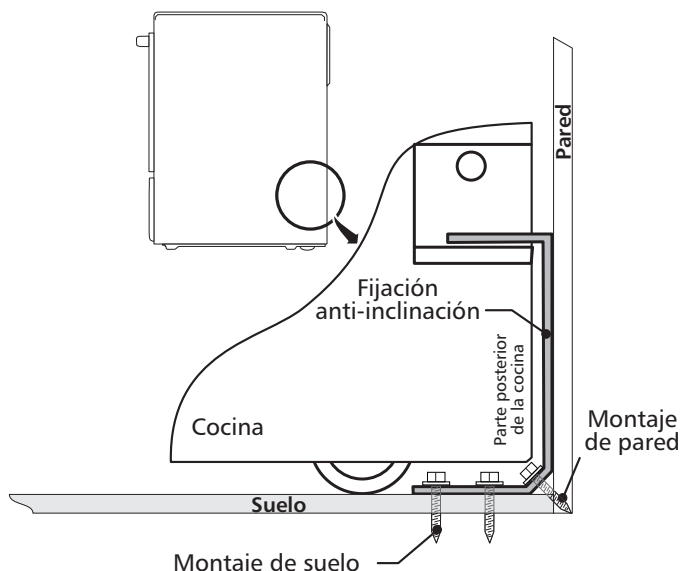

Figura 13
4. Retire el modelo y ubique la abrazadera en el suelo. Alinee los orificios en la abrazadera con las marcas en el suelo y ajuste con los cuatro tornillos provistos. La abrazadera debe quedar fijada al suelo (figura 13) sólido. Si se fija al suelo concreto, primero haga orificios pilotos de un diámetro de 3/16" (0,48 cm), utilizando una barrena para concreto.
6. Deslice la cocina hacia su lugar asegurándose que la pata de centro trasera está completamente segura con el soporte anti-inclinación (figura 13). Baje la cocina ajustando las patas de nivelación hasta que la plancha de cocinar está apoyada en el mostrador. Refiere a la "Nivelación de la cocina".